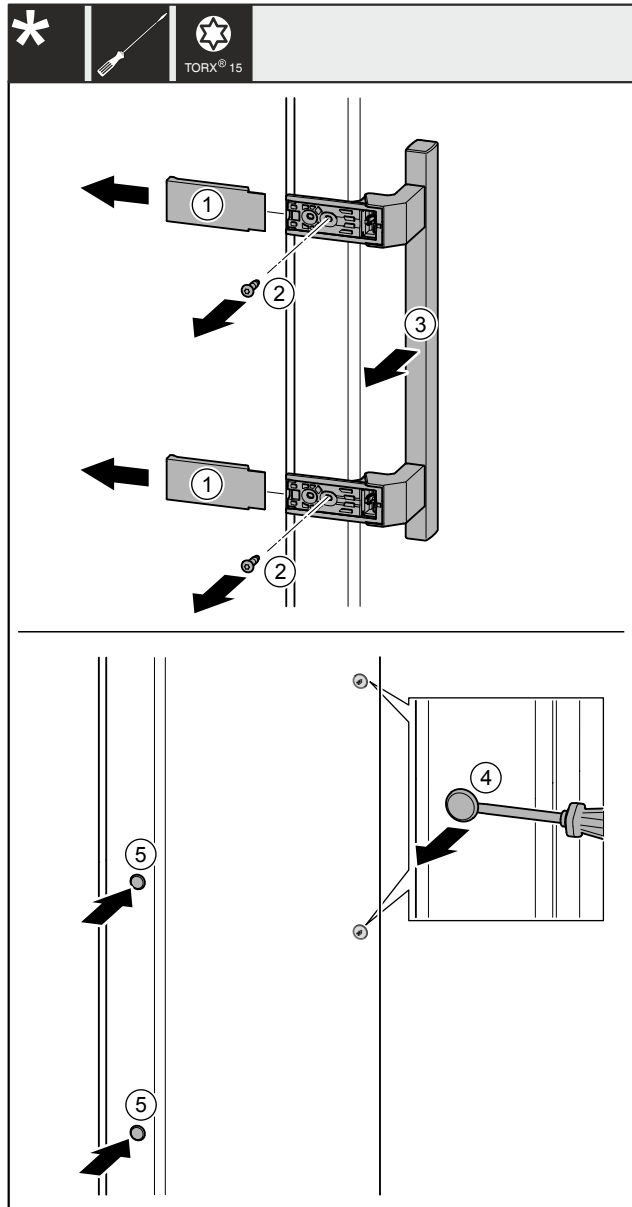

Fig. 41
- ▶ Abdeckungen Fig. 41 (1) abziehen.
- ▶ Schrauben Fig. 41 (2) mit Schraubendreher herausdrehen.
- ▶ Griff Fig. 41 (3) abnehmen.
- ▶ Seitlichen Stopfen Fig. 41 (4) vorsichtig mit einem Schlitzschraubendreher anheben und herausziehen.
- ▶ Stopfen Fig. 41 (5) auf der anderen Seite wieder einsetzen.